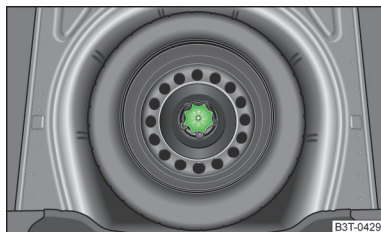

Fig. 123
La rueda de repuesto y/o de emergencia se encuentra en una cavidad debajo de la moqueta del maletero y está fijada con una tuerca especial » fig. 123.
- Desenrosque la tuerca » fig. 123 en el sentido contrario a las agujas del reloj.
- Enrosque la tuerca » fig. 123 en el sentido de las agujas del reloj hasta que la rueda está fijada seguramente.